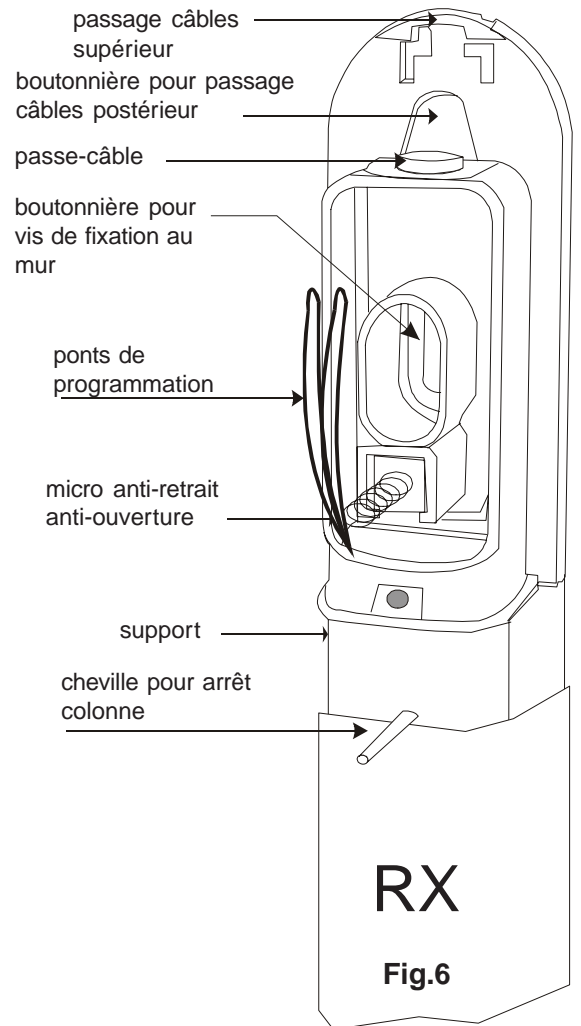

Fig.6
- Pour fixer les colonnes sur le mur insérer les vis de fixation dans les boutonnières prévues et les serrer (figure 6)
- Si vous désirez utiliser le passage de câbles postérieur faire glisser le câble dans la boutonnière spécialement prévue (figure 6)
- Couper les chevilles d'arrêt colonne (présents sur RX et TX) en ayant soin d'éliminer toute éventuelle trace de bavure résiduelle, en évitant ainsi de porter préjudice à la compensation des dilatations thermiques (figure 6)